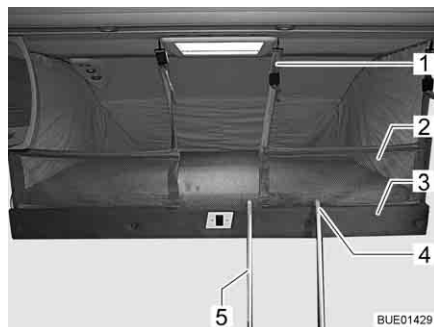

Bild 125 Hubbett mit aufgespanntem Sicherungsnetz
Wenn ein Sicherungsnetz vorhanden ist, liegt das Sicherungsnetz (Bild 125,2) mit den Sicherungsgurten im Hubbett unter der Matratze. Das Sicherungsnetz erst aufspannen, wenn sich die Personen bereits im Hubbett befinden.
- Sicherungsgurte (Bild 125,1) in die Haken an der Decke einhängen.
■ Stufenleiter (Bild 125,5) mit den beiden Bügeln (Bild 125,4) in die Griffleiste (Bild 125,3) am Hubbett einhängen.